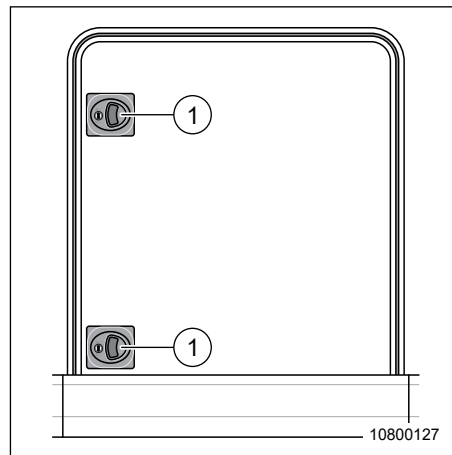

Fig. 37 Porte du garage à scooter (grande)
2. Ouvrir complètement la porte du garage à scooter sur les deux poignées (article Fig. 37 1).